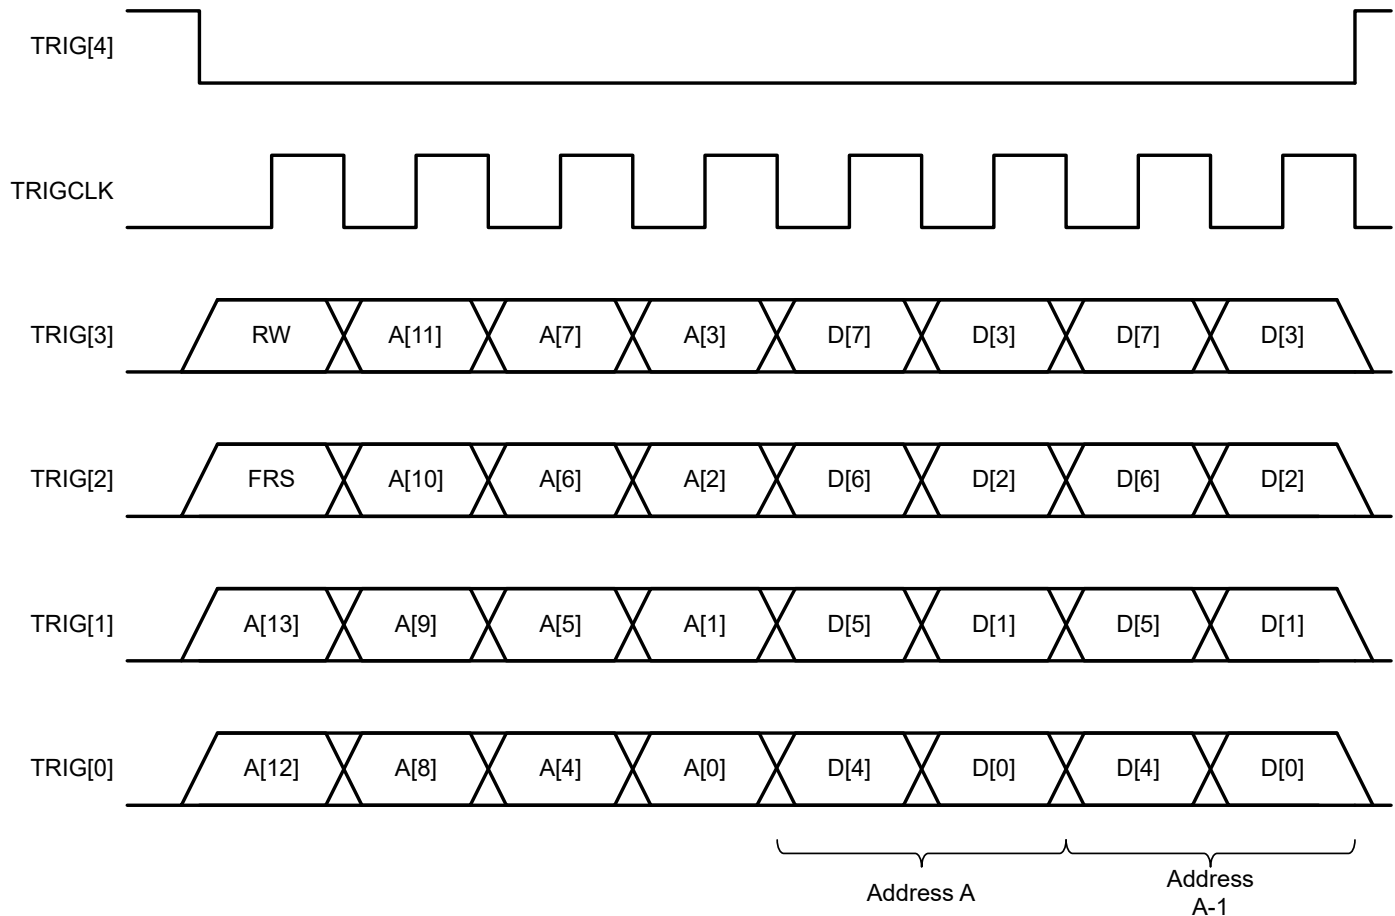

図 7-60. FR インターフェイスのタイミング図
高速再構成 (FR) インターフェイスは、PFIR 係数および NCO 周波数および位相を設定するための高速書き込み専用アクセスを提供します。FR インターフェイスは SPI インターフェイスと似ていますが、クロック サイクルごとに 4 ビットが送信され、外部トリガ ピンが再利用されます。図 7-60 に、FR タイミング図を示します。R/W ビット (このデバイスへの書き込みを示すため、常に 0 に設定される)、トランザクション同期ビット FRS、14 ビットのアドレス、それに続くデータ バイトを使用します。このアドレスは、各データ バイトの後にデクリメントされます (リトル エンディアンと整合します)。このインターフェイスはバイトでアドレス指定でき、各バイトの後にデータがコミットされます。FR インターフェイスは、1 クロックにつき 4 ビット (1 ニブル) を取ります。マルチニブル フィールドの場合、データは最上位のニブルから送信されます。